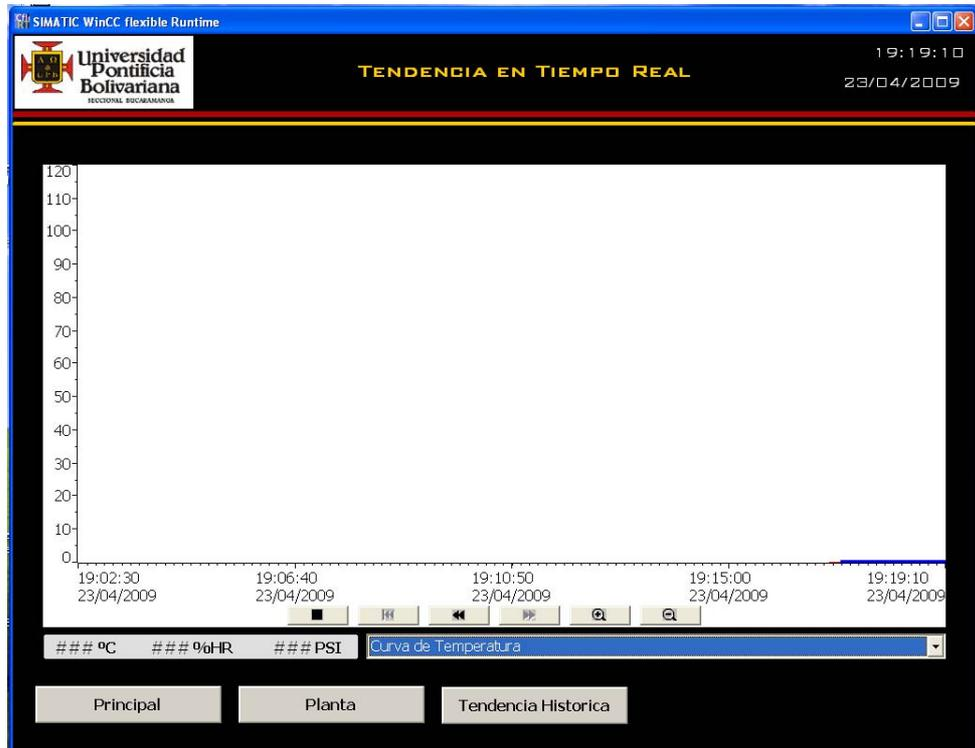

Figura 143: Imagen de Tendencia en Tiempo Real de la HMI Desarrollada [17]
- **Imagen “Tendencia en Tiempo Real”**. Esta imagen se creó con el objetivo de presentar al operario una curva de respuesta continua de cada una de las variables del sistema. Esta imagen cuenta con un objeto campo de entrada que permite seleccionar cual de las tres variables se quiere observar (Ver figura 143), dado a que el espacio de los ejes coordenados donde se presenta la tendencia de cada variable ocupa gran parte de la imagen.
Cada una de las variables (Humedad, Presión y Temperatura) poseen su propio eje coordenado y presentan en este tanto el valor esperado de dicha variable (Set Point), como el comportamiento real de la variable a través del proceso. (Ver figura 143)